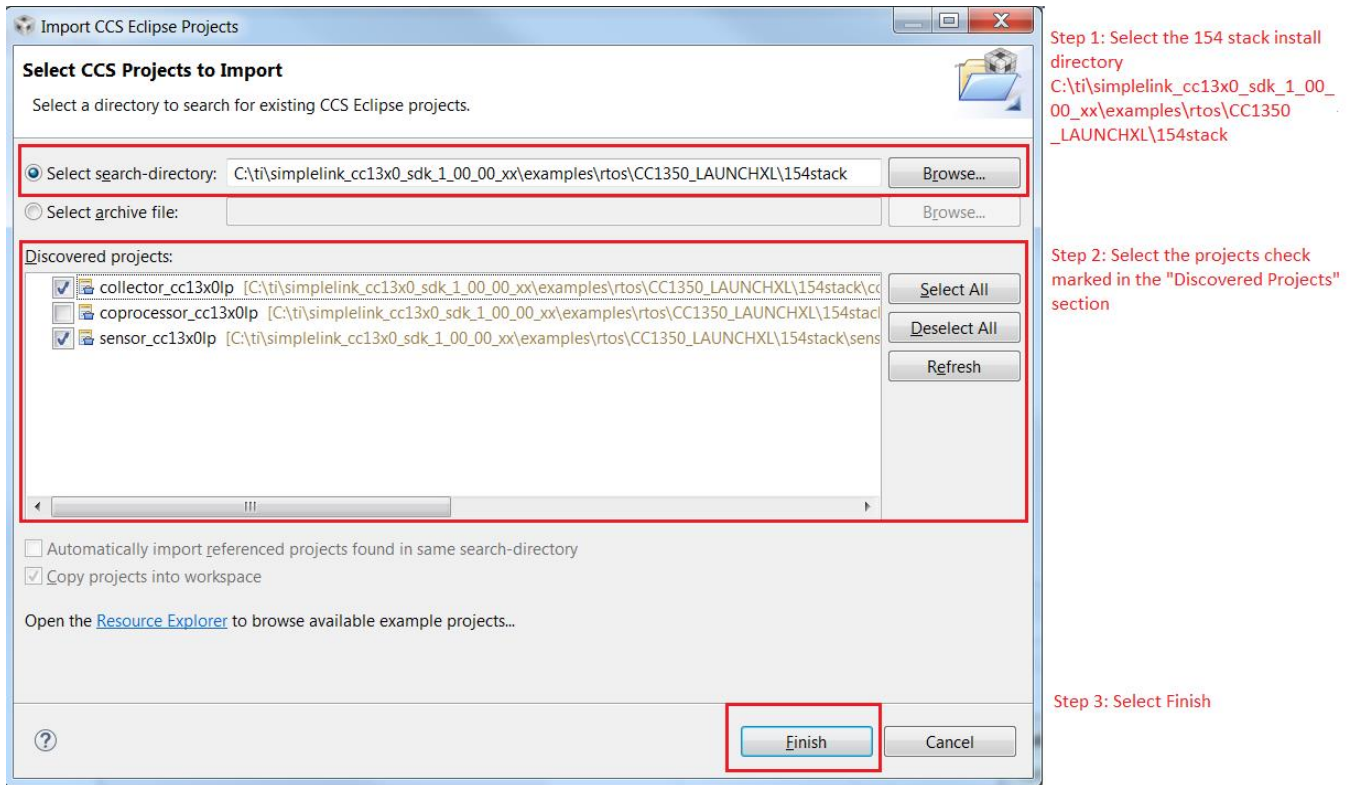

图 3. 导入所需示例 应用程序
- 按照图 3 中的说明导入所需示例 应用程序。在使用 CC1350 LaunchPad 时，请注意图 3 中的 xx 表示 TI 15.4 协议栈 SDK 器件发布时的版本号。